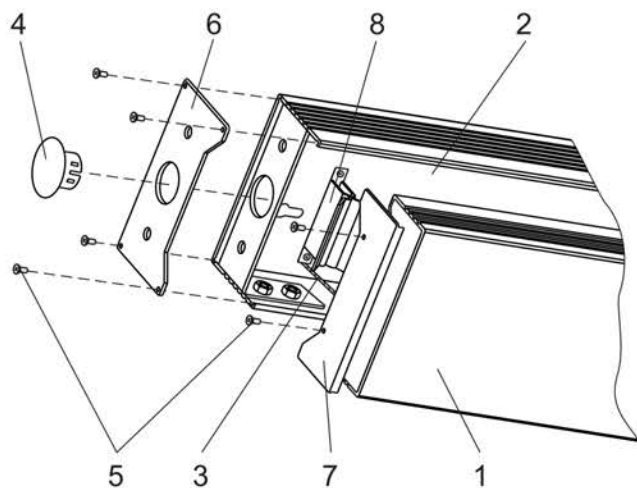

Рисунок 2
5.3 Конструкция светильника позволяет создавать равномерную и непрерывную световую линию, соединяя светильники в ряд. Для этого необходимо (рисунок 2):